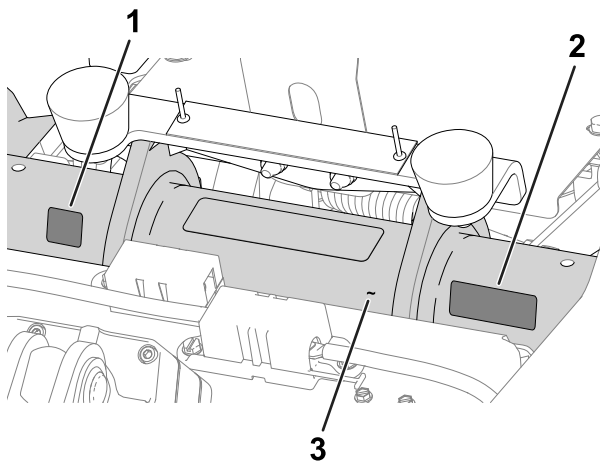

Figure 11
- **Autocollant de l'année de production et autocollant CE/UKCA** : apposez les autocollants sur le tube du cadre sous le siège et la plaque du numéro de série ; voir Figure 11.